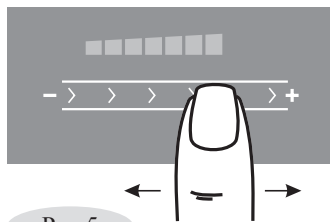

Рис.5
2. Выбор необходимого уровня мощности производится перемещением пальца по специальной поверхности «**4**» - «скользящая кнопка» (рис. 5). Когда уровень мощности меняется, звучит сигнал, а в окне выбранной конфорки отображается мощность от «**0**» до «**9**» и «**P**».
1. Работаящую конфорку касанием зоны ② перевести в режим управления.
2. Перемещая палец по поверхности ④ - «скользящая кнопка» измените режим нагрева конфорки (рис. 5).